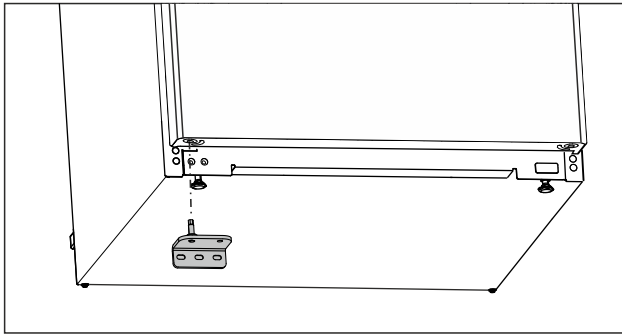

Fig. 21
- ▶ Placer le support de palier inférieur du côté opposé. (voir Fig. 21)